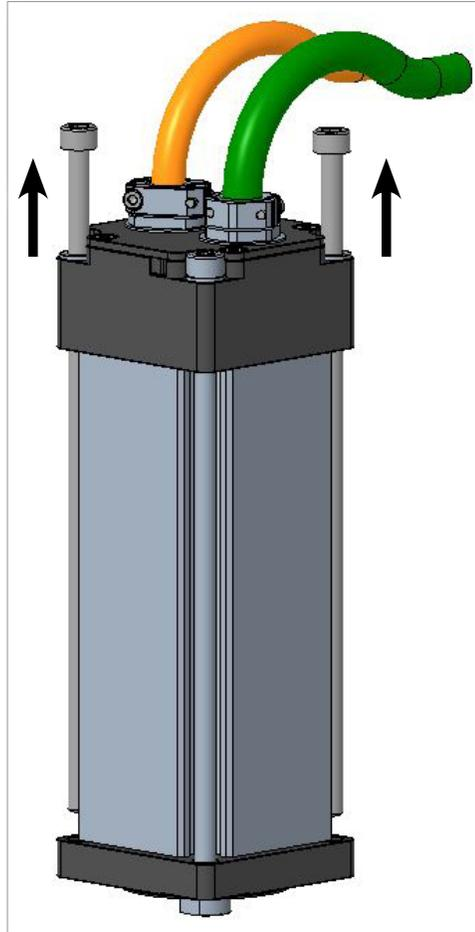

Abbildung 6-15 Entfernen der zwei Schrauben
3. Drehen Sie die zwei SHCSM5X155-Schrauben heraus. Siehe Abbildung 6-15.